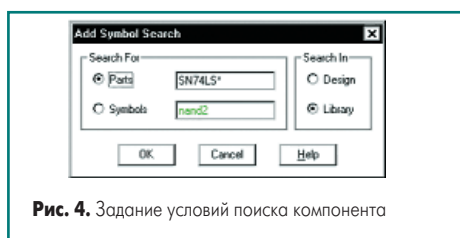

Рис. 4. Задание условий поиска компонента
14. В появившемся диалоговом окне Add Symbol by Part нажмем кнопку Search. На экране отобразится окно Add Symbol Search (рис. 4).